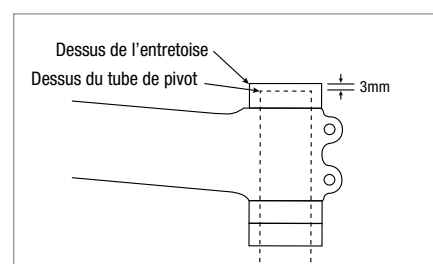

Figure 8
**REMARQUE :** Après la coupe, le tube de pivot doit se situer 3 mm en dessous de l'entretoise de 10 mm pour permettre l'installation du capuchon supérieur (Fig. 8). Reportez-vous aux deux directions différentes ci-dessous pour la coupe du carbone ou de l'alliage/acier.